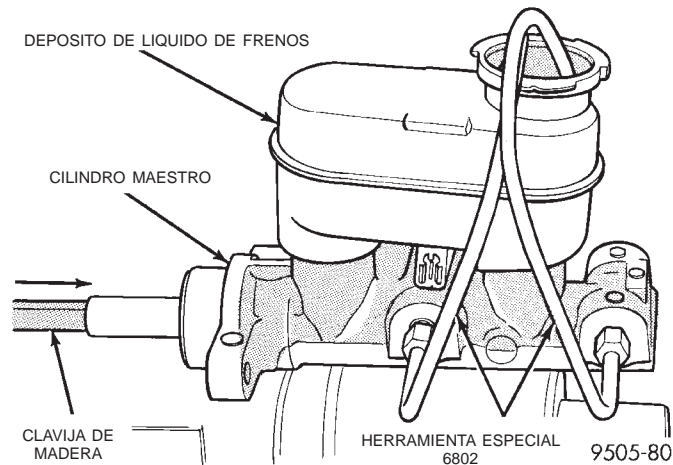

Fig. 110 Purga del cilindro maestro
(2) Llene el depósito de líquido de frenos con un líquido que cumpla las especificaciones DOT 3, tal como Mopar o equivalente.
(3) Mediante una clavija de madera (Fig. 110), apriete lentamente el vástago de pistón y permita después que los pistones vuelvan a su posición de retorno. Repita esta operación varias veces hasta expulsar todas las burbujas de aire.